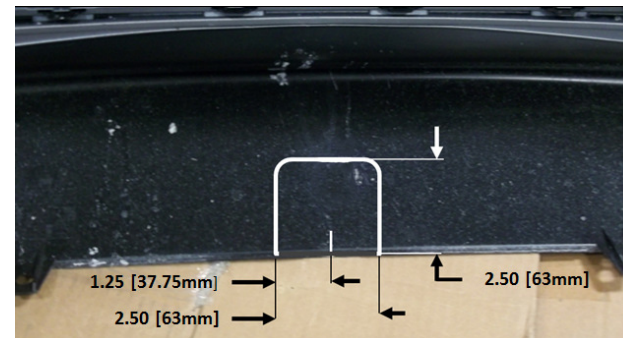

Figura 3
9. Recorte de la fascia: Utilizando el centro de la fascia marcada en el paso 1. 2.50 x 2.50 de la marca central. Usar el taladro para crear radio. Ver la Figura 3.
9. Recorte de la fascia: Utilizando el centro de la fascia marcada en el paso 1. 2.50 x 2.50 de la marca central. Usar el taladro para crear radio. Ver la Figura 3 abajo.